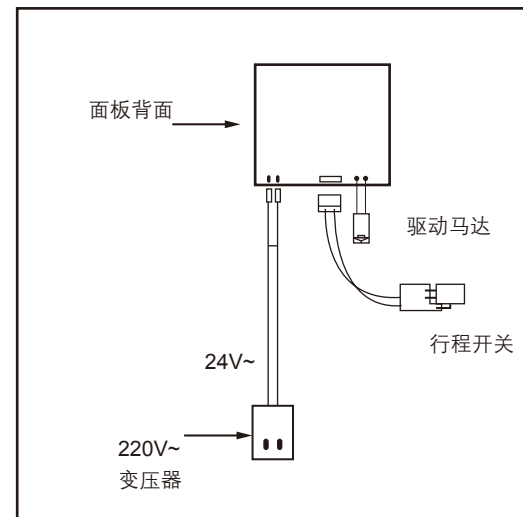

图 7
- (1) . 单阀旁通：缓慢地把阀杆开至工作位置，暂停几分钟，以便使该装置缓慢增压。
- (2) . 三阀旁通：完全关闭旁通阀，打开出水口阀门。缓慢地打开入水阀门，暂停几分钟，以便使该装置缓慢增压。
- a. 连接行程开关的电线 (见图 7)，行程开关安装在阀体上的齿轮旁边。